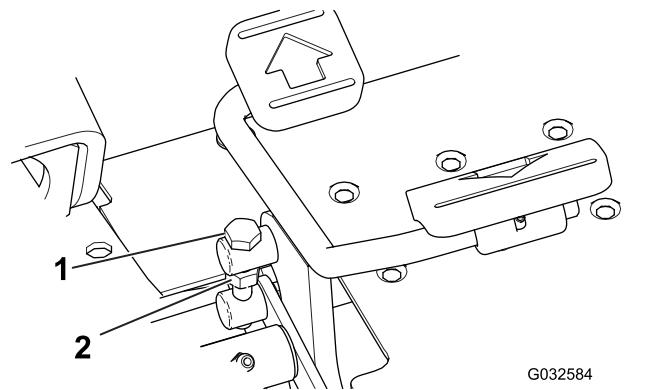

Bild 48
1. Lösen Sie die Klemmmutter an der Drehzapfenkopfschraube an der Seite des Fahrpedals (Bild 48).